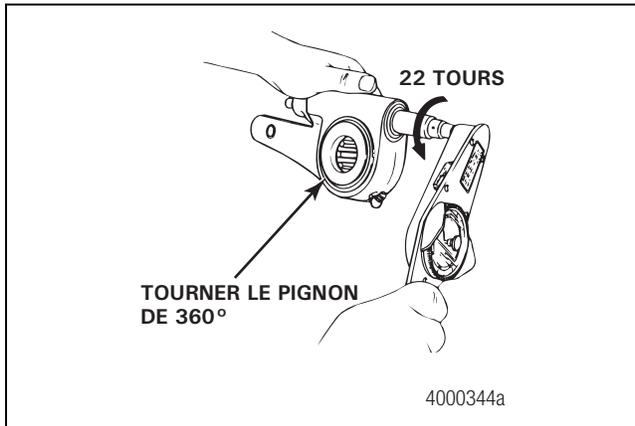

Figure 4.3
1. Utiliser une clé dynamométrique pour tourner l'écrou de réglage dans le sens ANTIHORAIRE (Figure 4.3) et ainsi entraîner le pignon d'un tour complet (ce qui correspond à 22 tours de clé) tout en notant les valeurs à l'échelle de la clé. La valeur relevée pendant la rotation du pignon doit être inférieure à 45 lb-po (5 N•m).